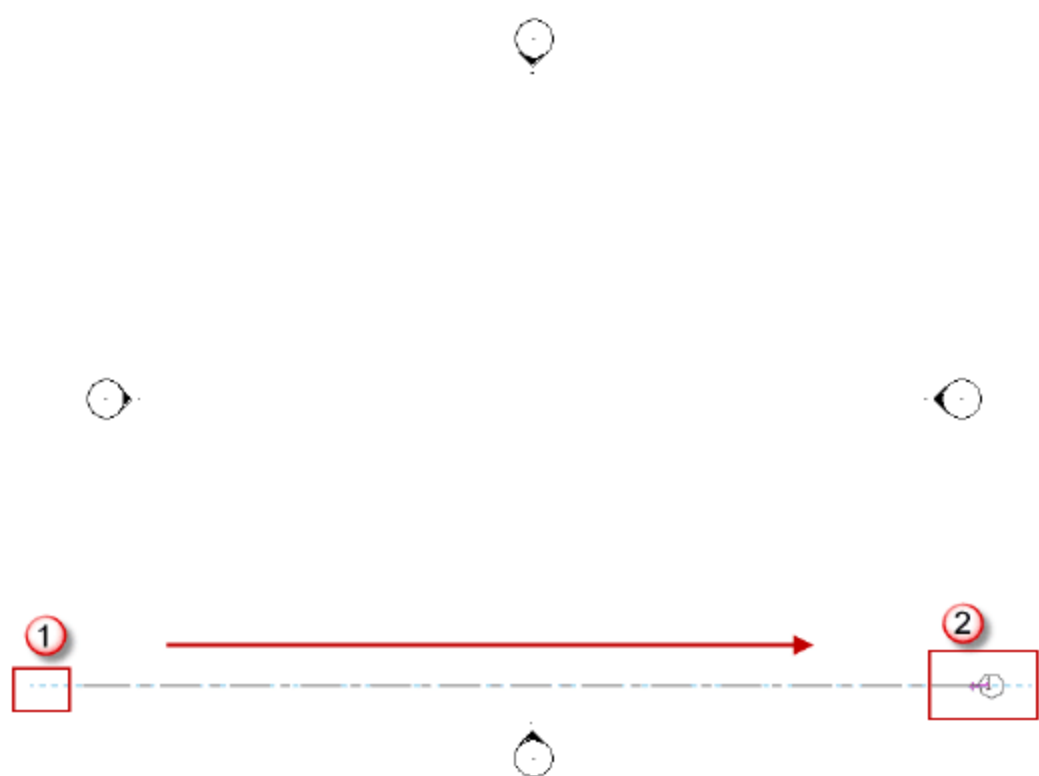

图 1.3.2 绘制一根水平轴线
(2) 绘制一根水平轴线。按快捷键 **G+R**，从屏幕操作区的左侧向右侧绘制一条任意长度的水平轴线，如图 1.3.2 所示。